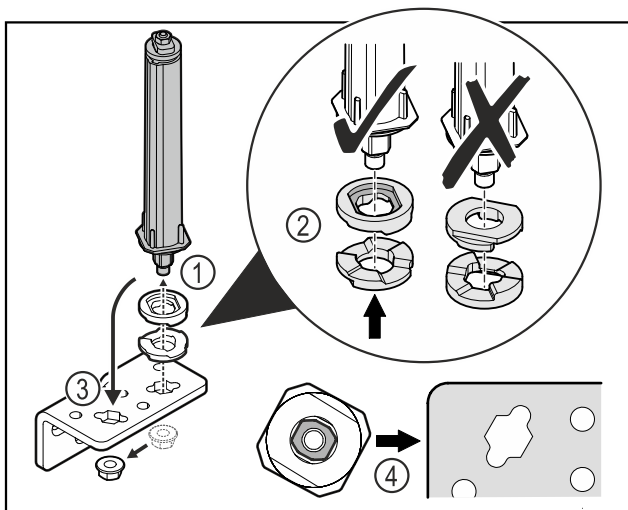

Fig. 30
- ▶ Allentare il dado e rimuovere il sistema di chiusura della porta Fig. 30 (1).
- ▶ Accertarsi che le rondelle di regolazione dell'altezza siano allineate correttamente Fig. 30 (2).
- ▶ Spostare il sistema di chiusura della porta nell'angolo della cerniera e fissarlo con il dado Fig. 30 (3).
- ▶ Durante l'inserimento, assicurarsi che il sistema di chiusura della porta sia allineato correttamente Fig. 30 (4).